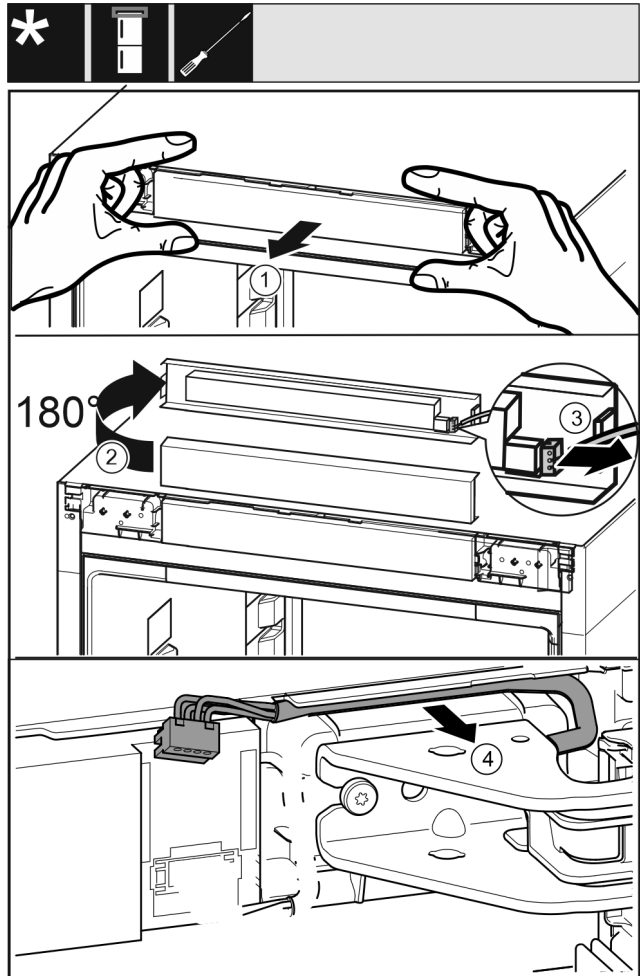

Fig. 19
- ▶ Bedieningspaneel van het apparaat voorzichtig naar voren toe losmaken. Fig. 19 (1)
- ▶ Bedieningspaneel omhoog met 180° draaien. Fig. 19 (2)
- ▶ De grendelnok naar achteren drukken en de stekker er voorzichtig uittrekken. Fig. 19 (3)
- ▶ Kabel via de lagerbus voorzichtig uit de geleiding losmaken. Fig. 19 (4)